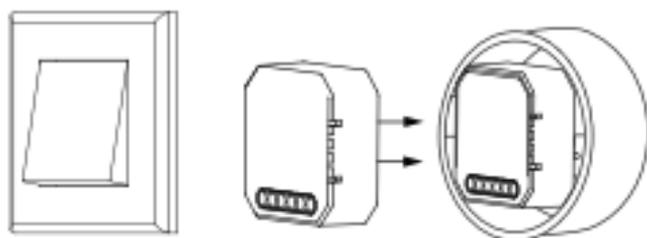
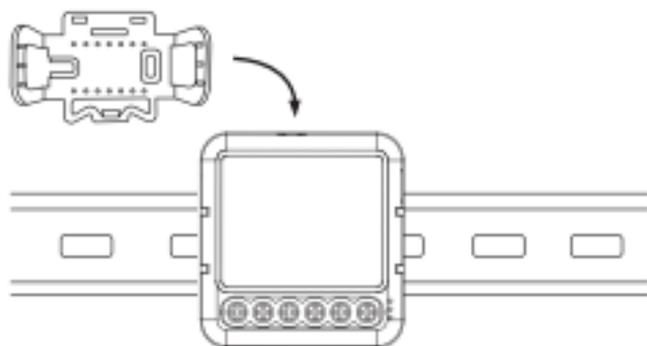

Рисунок 3
Рисунок 4
7.1 Реле устанавливается непосредственно в подрозетник за выключателем (см. рисунок 3) или на DIN-рейку. На DIN-рейку устройство устанавливается с помощью монтажного зажима (см. рисунок 4).
7.3 При установке реле в подрозетник рекомендуется предварительно снять лицевую панель с выключателя и с помощью электрического тестера проверить все провода, подключенные к нему, чтобы убедиться в отсутствии напряжения в цепи (см. рисунок 3). Демонтируйте выключатель и снимите его со стены. Определите, какие проводники относятся к сети, а какие к нагрузке.